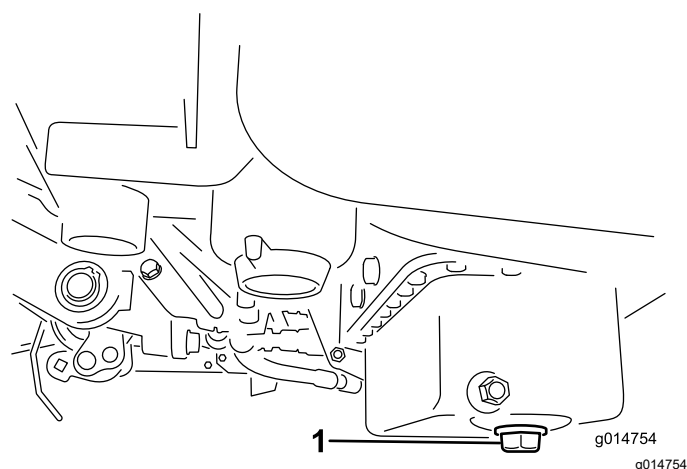

Figura 31
1. Retire el tapón de vaciado y deje fluir el aceite a un recipiente apropiado. Cuando el aceite deje de fluir, coloque el tapón de vaciado (Figura 31).